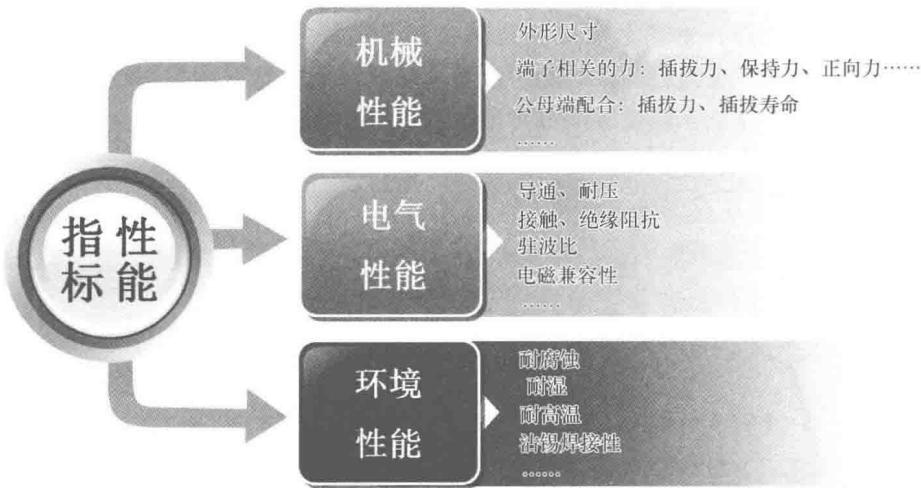

图 3-11 连接器的主要性能指标
(3) 性能指标 一般来说,连接器的性能指标主要有机械、电气和环境三大类,如图3-11所示。其中大部分性能取决于产品设计,会在新产品开发阶段通过实验或测试的方式确定下来,比如力学性能中与端子相关的力(插